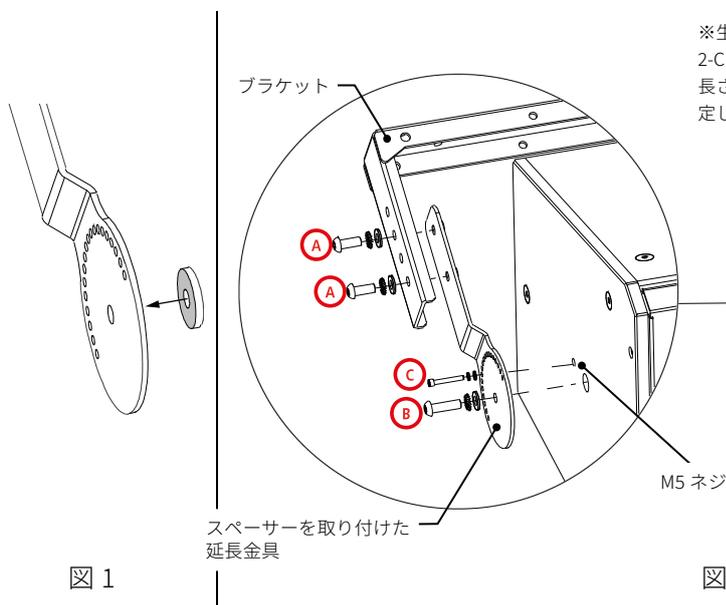

図 1
1. ブラケットまたは延長金具の内側に、ラバースパースーを貼り付けます (図 1 参照)。